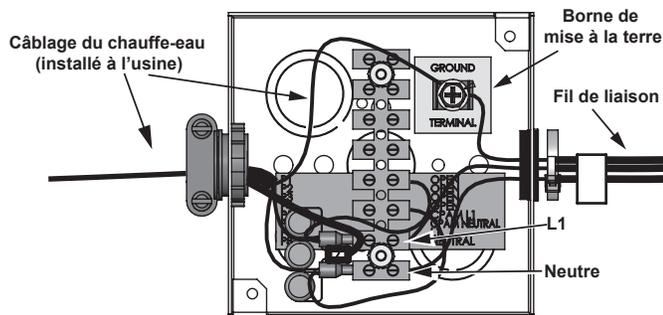
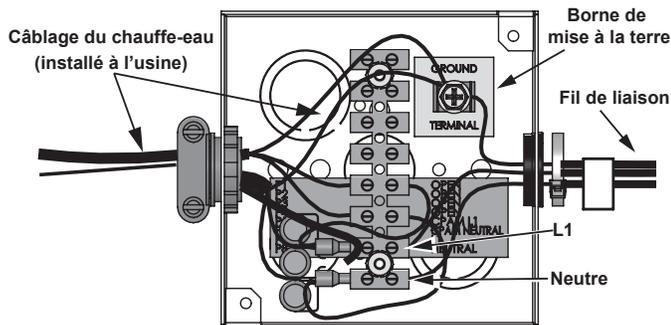

Figure 61. Boîte de jonction (modèles 250 gallons)
Figure 62. Boîte de jonction (modèles 220 gallons)
Le fil de phase (« chaud ») de 120 V c.a. provenant de l'alimentation électrique se raccorde au fil volant noir ou à la borne « L1 » dans la boîte de jonction et le fil neutre 120 V c.a. se raccorde au fil volant blanc ou à la borne « Neutre » dans la boîte de jonction pour assurer une polarité correcte. Voir **Figure 61** et **Figure 62**.
- Raccorder le fil de phase (« chaud ») de 120 V c.a. provenant de l'alimentation électrique au fil volant noir ou à la borne « L1 » dans la boîte de jonction située sur le dessus du chauffe-eau. Si le fil noir est utilisé, faire le raccordement à l'intérieur de la boîte de jonction avec un serre-fils de bonne dimension. Envelopper le serre-fils et l'extrémité du fil de ruban isolant. Voir la boîte de jonction à la **Figure 61** et la **Figure 62** et le schéma de câblage aux **Schémas de câblage** (page 101).
- Raccorder le fil de neutre 120 V c.a. provenant de l'alimentation électrique au fil volant blanc ou à la borne « Neutre » dans la boîte de jonction située sur le dessus du chauffe-eau. Si le fil blanc est utilisé, faire le raccordement à l'intérieur de la boîte de jonction avec un serre-fils de bonne dimension et enrouler du ruban isolant autour du serre-fils et de l'extrémité du fil. Voir la boîte de jonction à la **Figure 61** et la **Figure 62** et le schéma de câblage **Schémas de câblage** (page 101).
- Raccorder le fil de terre provenant de l'alimentation électrique à la cosse de mise à la terre à l'intérieur de la boîte de jonction. Voir la boîte de jonction à la **Figure 61** et la **Figure 62** et le schéma de câblage aux **Schémas de câblage** (page 101).
4. Attendre cinq (5) minutes que tout gaz résiduel soit dissipé.
5. Raccorder le manomètre à la prise de pression d'arrivée de gaz sur la vanne de gaz. Voir **Figure 62** (page 52).